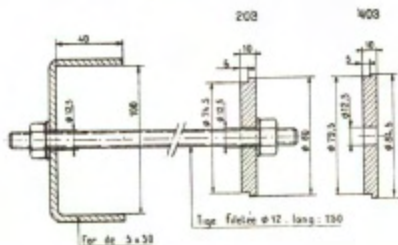

Fig. 4
- 8° — **Enlever les chemises.** En principe celles-ci viennent aisément à la main sans effort. Toutefois après un long usage sans démontage, tarte et calamine peuvent gêner ce démontage pour lequel il est nécessaire de confectionner un extracteur simple, suivant figure 4.